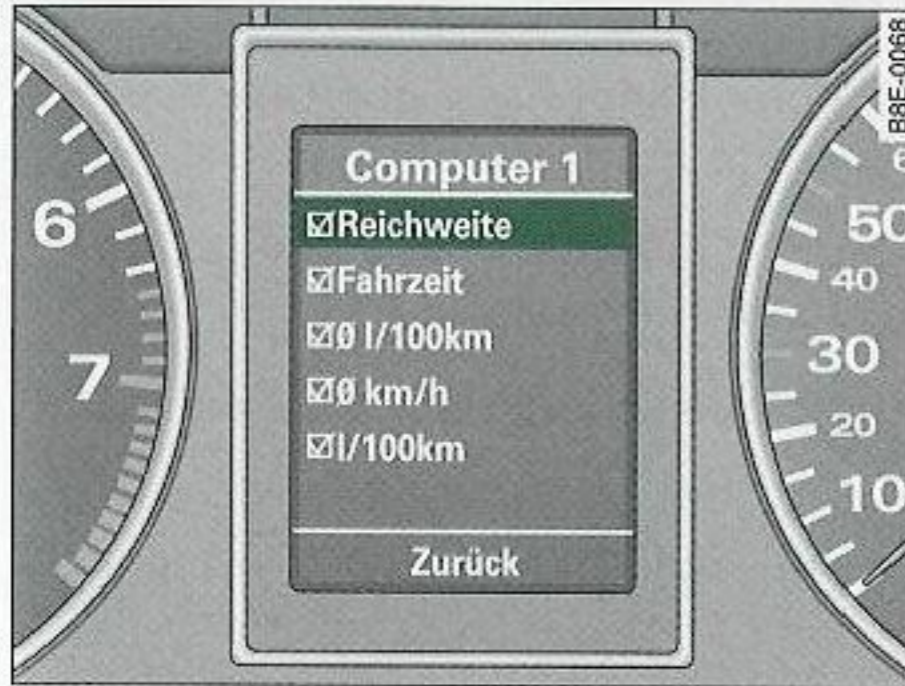

Fig. 34 Pantalla digital: Menú Computer 1 (Ordenador 1), se ha seleccionado la opción de menú Reichweite (autonomía)
- Gire el botón giratorio/pulsador hasta que se active la línea deseada (fondo rojo) ⇒ fig. 34.